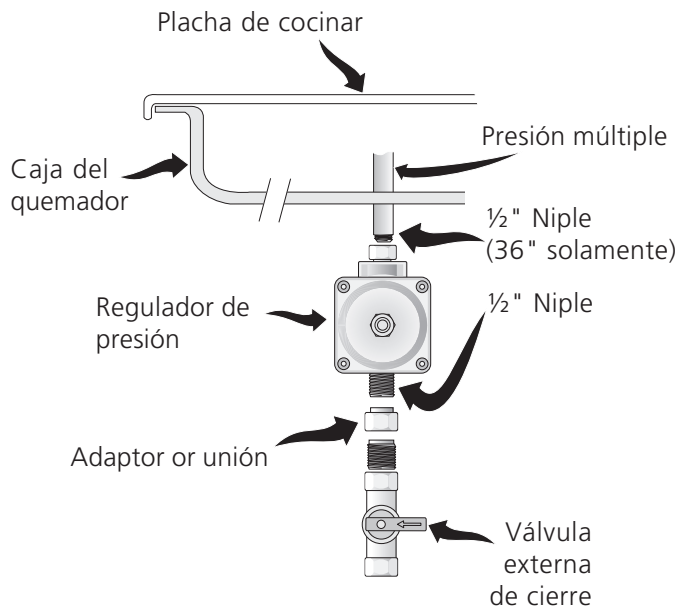

Figura 7
B. Plancha de cocinar 30" y 36" (vea figura 7)